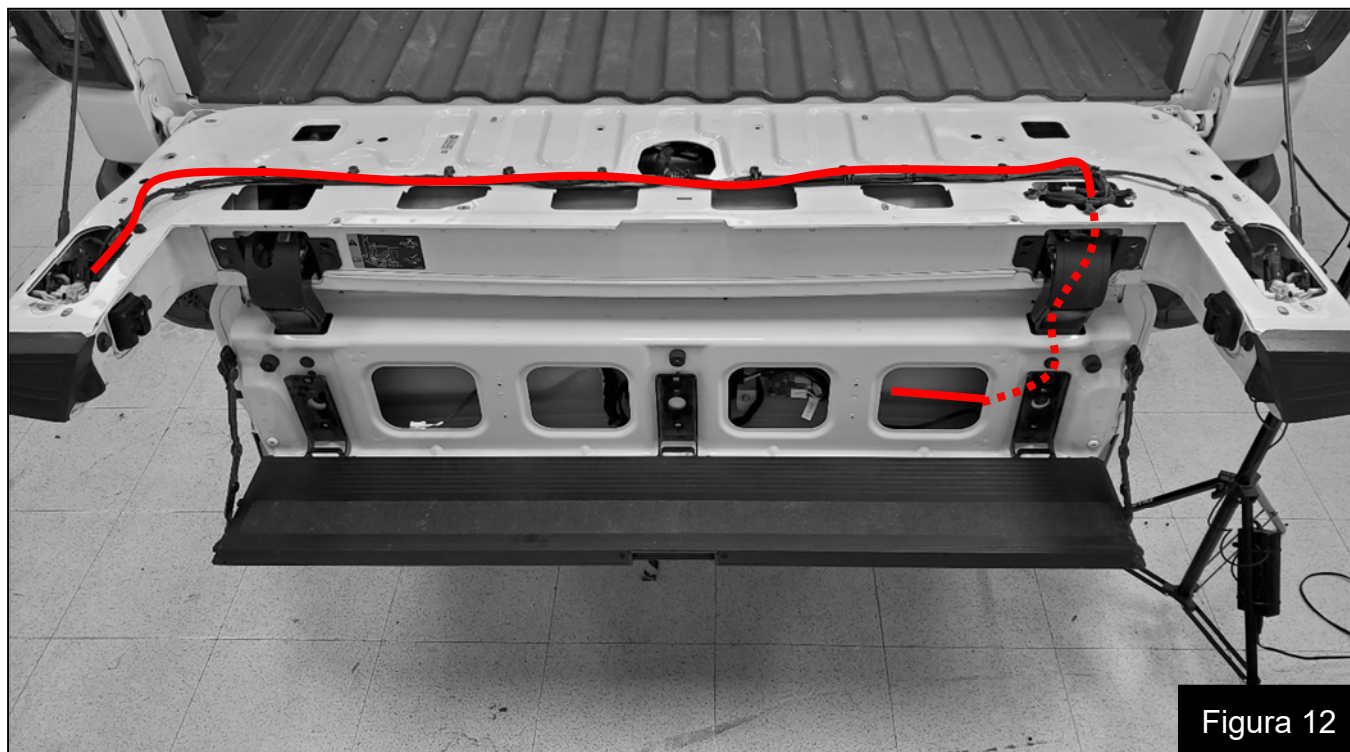

Figura 12
16. Pase el arnés en T del pestillo de el portón por el mismo camino que el amplificador, excepto que continúe hasta el pestillo izquierdo del portón. Figura 12